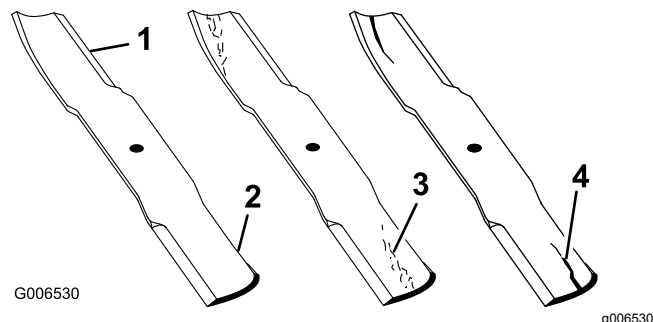

Figure 53
1. Examinez le tranchant des lames (Figure 53).
2. Inspectez les lames, surtout la partie relevée (Figure 53).
**Remarque:** Remplacez immédiatement toute lame endommagée, usée ou qui présente une entaille (Figure 53).